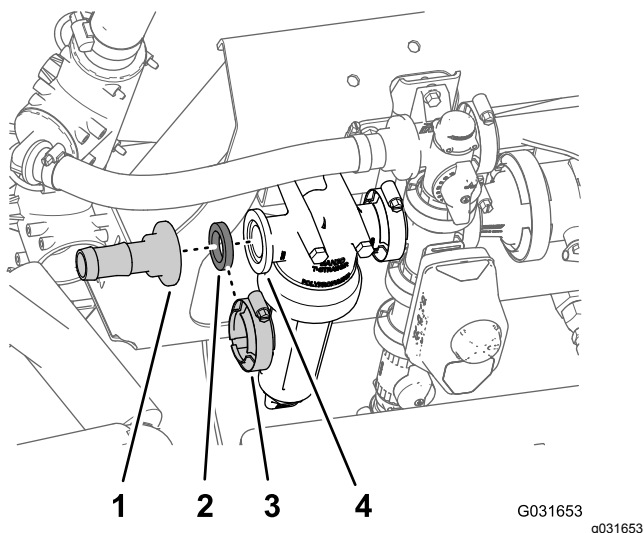

Figure 221
3. Retirez le collier bride qui fixe le raccord droit cannelé et le joint à la bride de la tête de filtre et déposez le raccord (Figure 221).